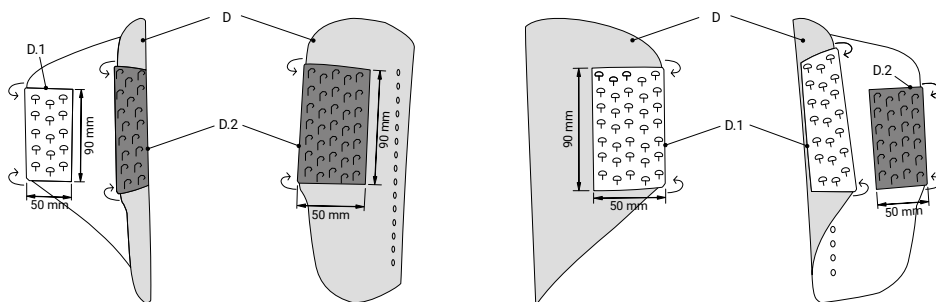

Figura 6: Manguito esquerdo
Retire a almofada antiga (E) e a tira superior (F.1 ou F.2). Substitua as tiras autoadesivas antigas fixadas no interior e no exterior do manguito (D) pelas novas tiras autoadesivas brancas com cabeça de cogumelo (D.1) e pelas tiras pretas com ganchos (D.2) fornecidas. Depois de retirar as tiras antigas, limpe o manguito com um agente desengordurante, como álcool isopropílico. Posicione as tiras conforme ilustrado na Figura 6. Pressione cada tira nova com firmeza durante, pelo menos, 60 segundos. Fixe firmemente a nova almofada ao manguito. Envolve as tiras de veludo cosidas da almofada em torno das extremidades dianteira e traseira do manguito e pressione-as firmemente no exterior. Fixe a tira superior no exterior do manguito, sobre o veludo dobrado da almofada.